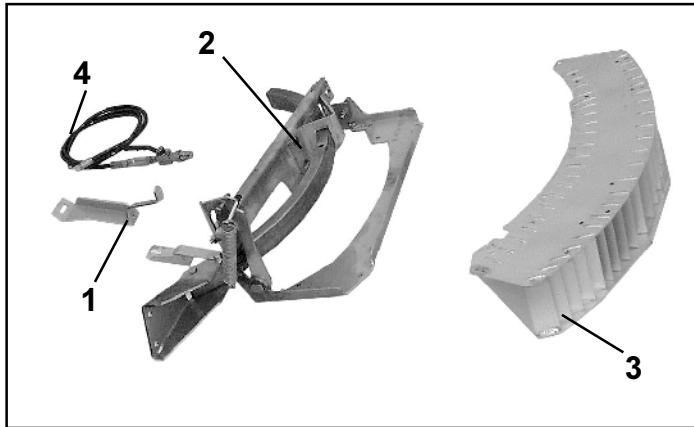

Fig. 1
- Zeiger (Fig.1/1)
- Halteschiene vormontiert mit Rohrbügel, Querstrebe, Hydraulikzylinder und Zugfeder (Fig. 1/2)
- Grenzstreuschirm (Fig. 1/3)
- Hydraulikschlauch vormontiert mit Blockkugelhahn und Drossel (Fig. 1/4)
- Pointer (Fig.1/1)
- Bracing rail pre-assembled with cross bar, hydraulic ram and tensioning spring (Fig.1/2)
- Boundary spread deflector (Fig.1/3)
- Hydraulic hose pre-assembled with block ball tap and throttle valve (Fig.1/4)
- Repère (Fig.1/1)
- Rail support assemblé avec étrier tubulaire, entretoise, vérin hydraulique et ressort de traction (Fig.1/2)
- Déflecteur (Fig.1/3)
- Flexible hydraulique assemblé avec robinet à boisseau sphérique et restricteur (Fig.1/4)
- Wijzer (Fig.1/1)
- Voorgemonteerde houder met pijpbeugel, verbindingsstrip, hydrauliekcilinder en trekveer (Fig.1/2)
- Lamellenblok (Fig.1/3)
- Hydrauliekslang voorgemonteerd met kogelkraan en drossel (Fig.1/4)